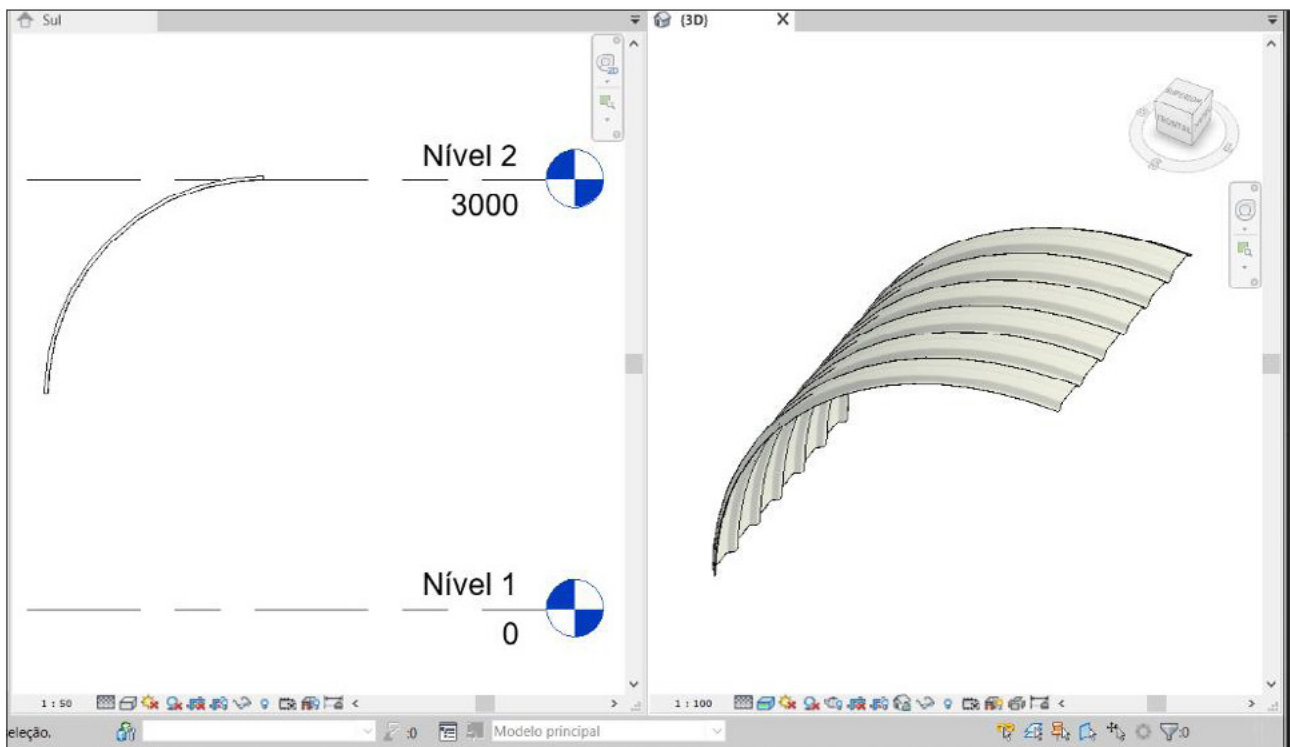

Figura 34 – Exemplo de família de telha da biblioteca BIM da ArcelorMittal inserida no projeto.
13. A Figura 34 mostra um exemplo de telha inserida em planta e em uma vista 3D.